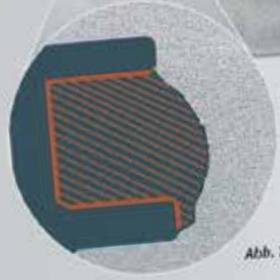

Abb. 2 Querschnitt durch Bruch
- Bruch, ausgehend vom oberen Nutgrund schräg ins Kolbenmaterial. Austritt im darunter liegendem Nutgrund (Abb. 2).